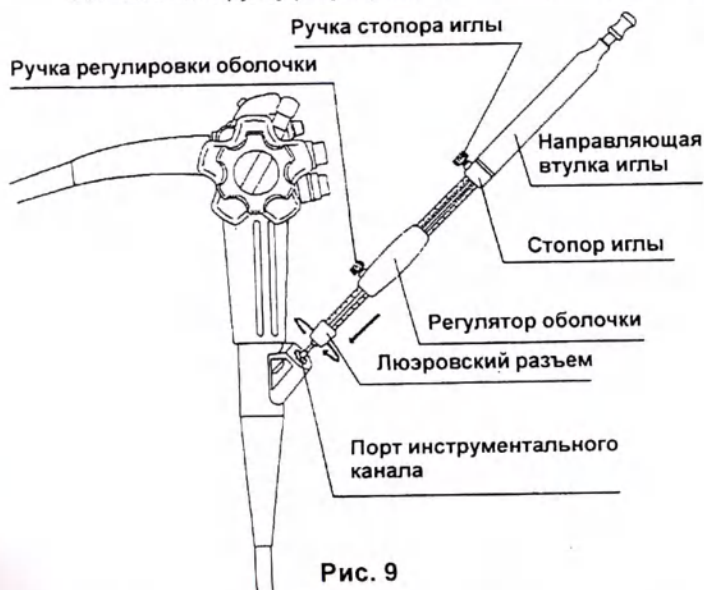

Рис. 9
6. Медленно введите инструмент в порт инструментального канала эндоскопа (см. Рис. 9).
7. Держите люэровский разъем за рукоятку и прикрутите его к порту инструментального канала эндоскопа (см. Рис. 9).